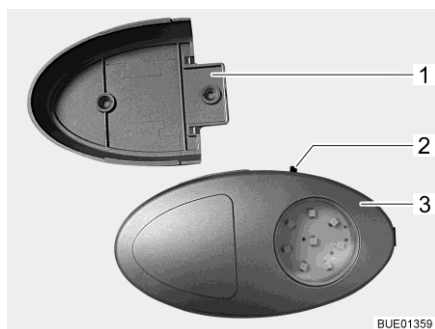

Fig. 80 Eclairage de la penderie/lampe de poche
- ▷ Il est possible d'extraire l'éclairage de la penderie de son support vissé (Fig. 80,1) et de l'utiliser comme lampe de poche.
Le bouton Marche/Arrêt (Fig. 80,2) se trouve directement sur l'éclairage de la penderie (Fig. 80,3).